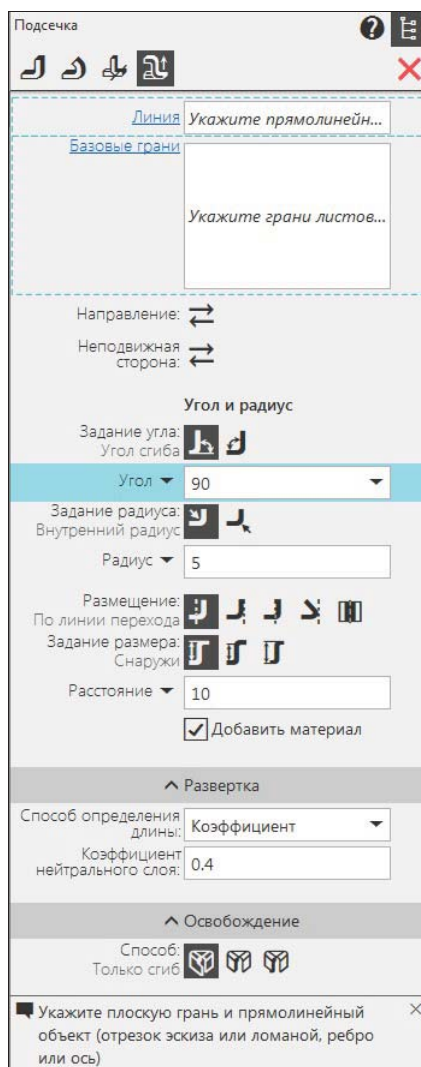

Рис. 29.18. Панель Параметр: Подсечка
- ◆ вызовите команду **Подсечка** — на панели **Параметры: Подсечка** (рис. 29.18) наименование выбранного объекта отобразится в поле **Линия**;